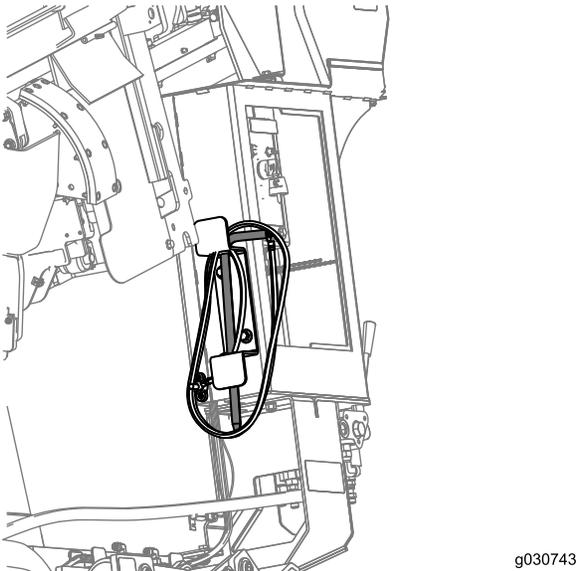

Figure 5
2. Placez le piquet dans le support et enroulez le câble négatif de la batterie autour du support, comme illustré à la Figure 5.